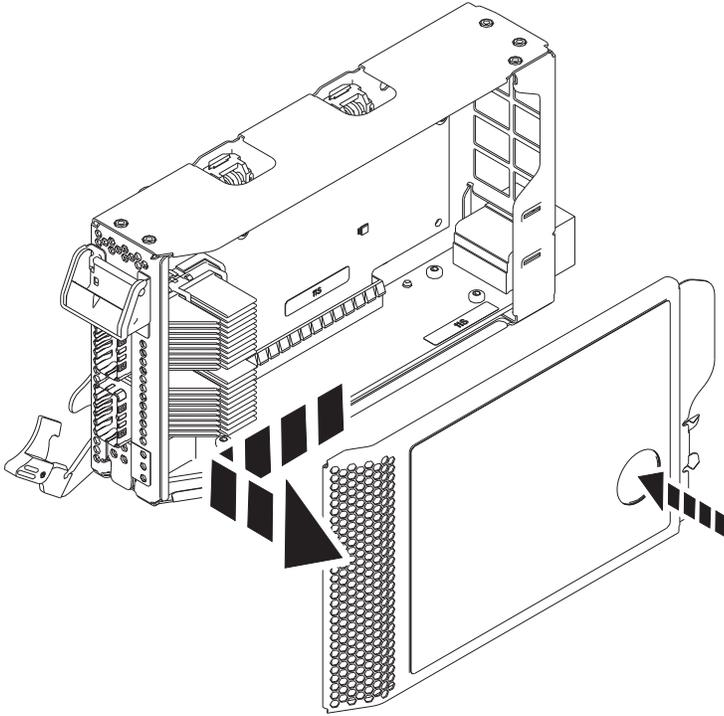

Figura 27. Remover a tampa da cassete do adaptador PCIe
- a. Prima o botão de terracota na tampa da cassete como é mostrado na Figura 27 na página 28 para desengatar a tampa da cassete.